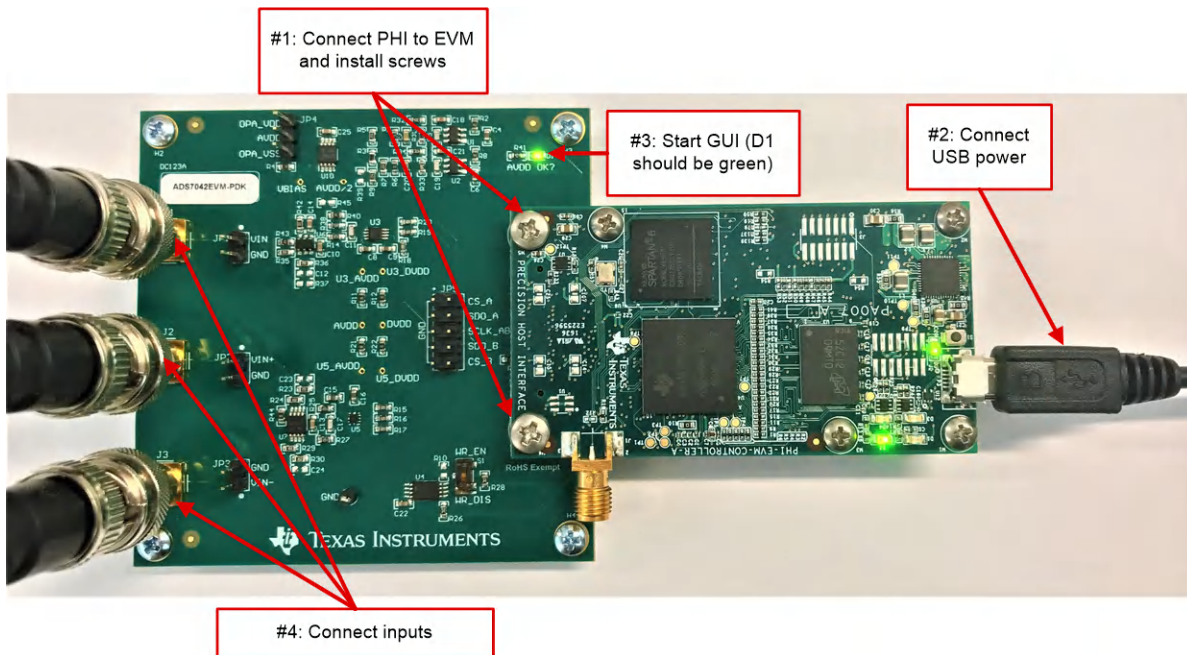

图 4-1. ADS704X-5XEVM 上的硬件连接
安装软件后，按照图 4-1 所示连接 EVM：
- b. PHI 上的 LED D1 和 D2 开始闪烁，表示 PHI 已启动并与 PC 通信；图 4-1 显示了生成的 LED 指示灯
3. 启动软件 GUI。当 FPGA 固件加载到 PHI 上时，LED 缓慢闪烁。此加载需要几秒钟时间，然后 AVDD 和 DVDD 电源将接通。ADS704X-5XEVM 上的 LED D1 (如图 4-1 所示) 亮起绿色，表示正在将 AVDD 提供给 EVM
- a. 德州仪器 (TI) 提供 PSIEVM 作为精密信号发生器，以防用户无法获得这样的源。PSIEVM 可用于为 ADS704X-5XEVM 生成干净的正弦输入信号，以验证交流性能规范。